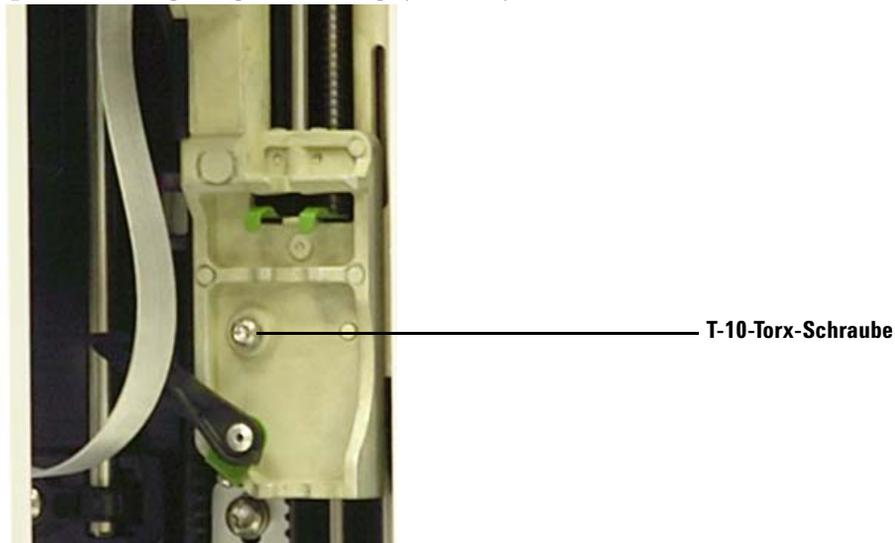

Abb. 62 Entfernen der T-10-Torx-Schraube
- 6 Lösen und entfernen Sie die T-10-Torx-Schraube über der Spritzenverriegelung vollständig (Abb. 62).